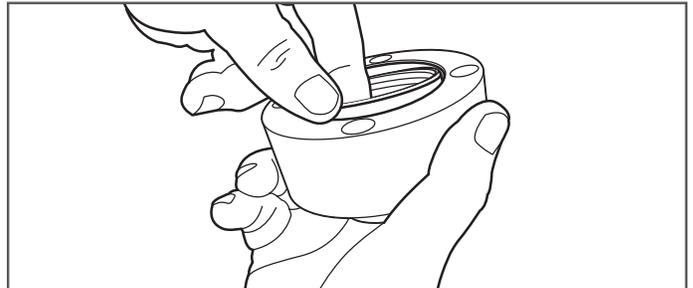

Figura 7-15
16. Asegúrese de que el borde biselado del cierre del revestimiento esté orientado hacia afuera. (Figura 7-15)